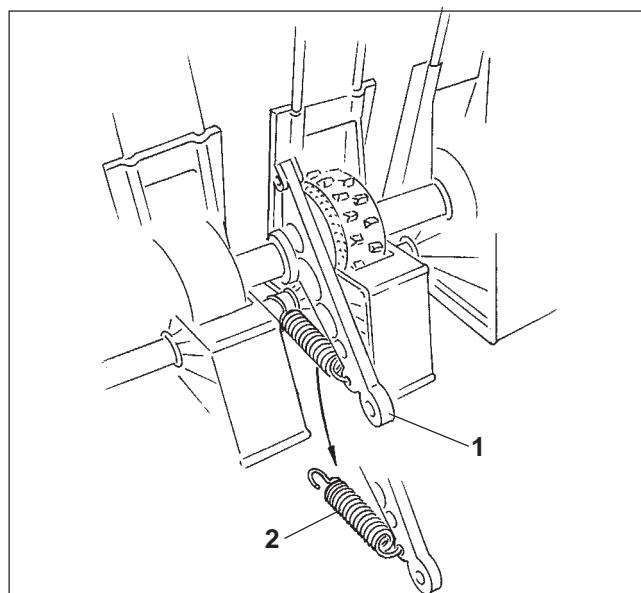

Рис. 7.22
- Кронштейны, придерживающие валики высевающего аппарата (Рис. 7.22/1) присоединены пружиной. Необходимо снять пружину (Рис. 7.22/2).